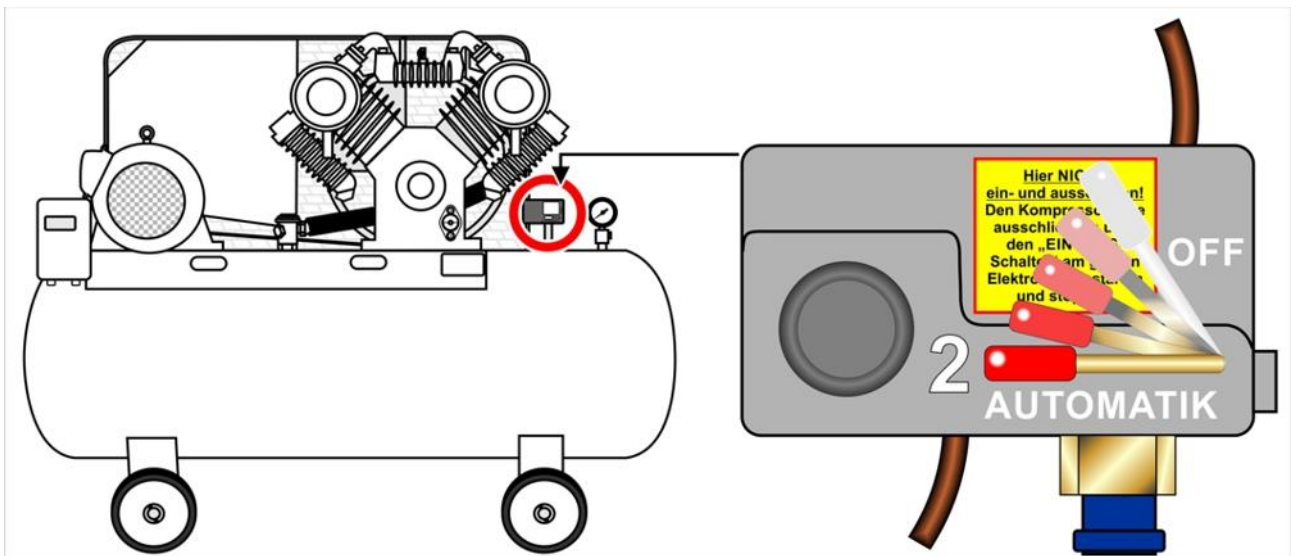

Bild 8
- Zum Betreiben des Kompressors stellen Sie den Hebel an der Druckschalterabdeckung (Bild 8, Nr. 2) auf „AUTOMATIK“ und belassen Sie den Hebel in dieser Position (auch beim Ausschalten des Kompressors). Dieser Hebel sollte nur dann wieder auf „OFF“ gestellt werden, wenn Sie den Kompressor transportieren.
**\*AUSNAHME:** Falls sich der Kompressor auf Grund einer Fehlfunktion nicht über diesen Schalter abstellen läßt, dann ist ausnahmsweise der Hebel an der Druckschalterabdeckung (Bild 8, Nr. 2) in die Position „OFF“ bzw. „AUS“ zu stellen.